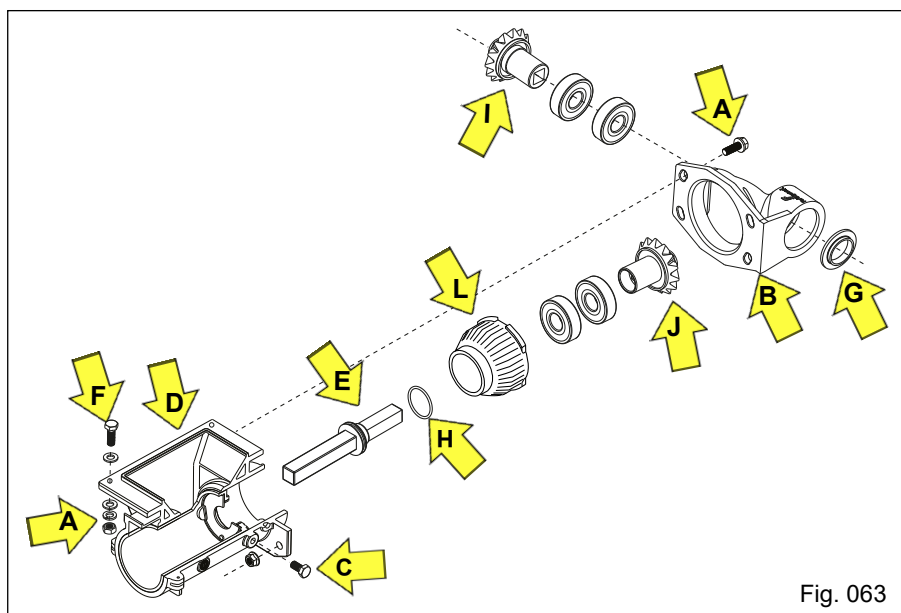

Fig. 063
e) Para a troca, limpeza ou substituição dos rolamentos e componentes do conjunto, retire o conjunto dosador da Plantadora através da remoção do eixo acionador e buchas de união, afrouxe e retire os parafusos de fixação do dosador na base do distribuidor. A seguir retire os quatro parafusos e porcas "A" de fixação do mancal suporte dos pinhões de transmissão "B", afrouxe e retire os parafusos "C" de fixação do revestimento "D", retirando a seguir o conjunto. Retire o eixo acionador "E" e remova a bucha "L" dos mancais do rolamento, fazendo a limpeza ou substituição necessária (Fig. 063).
Observe se há necessidade de montar arruelas de ajuste "H" nos pinhões "I" e "J". Havendo necessidade de substituição dos pinhões, troque as tuas peças, ou seja o pinhão motriz "I" e o pinhão movido "J". Aproveite para verificar as condições do parafuso "F", caso os mesmos apresentem corrosão excessiva, deve substituir por parafuso de inox (Fig. 063).